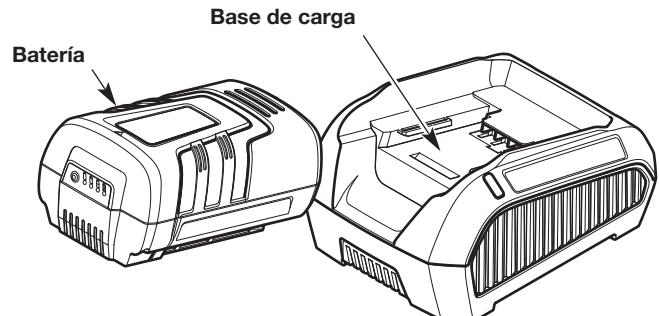

Fig. 11
2. Inserte la batería en la base de carga (Fig. 11). Empuje la batería con firmeza hasta que quede trabada en su lugar.